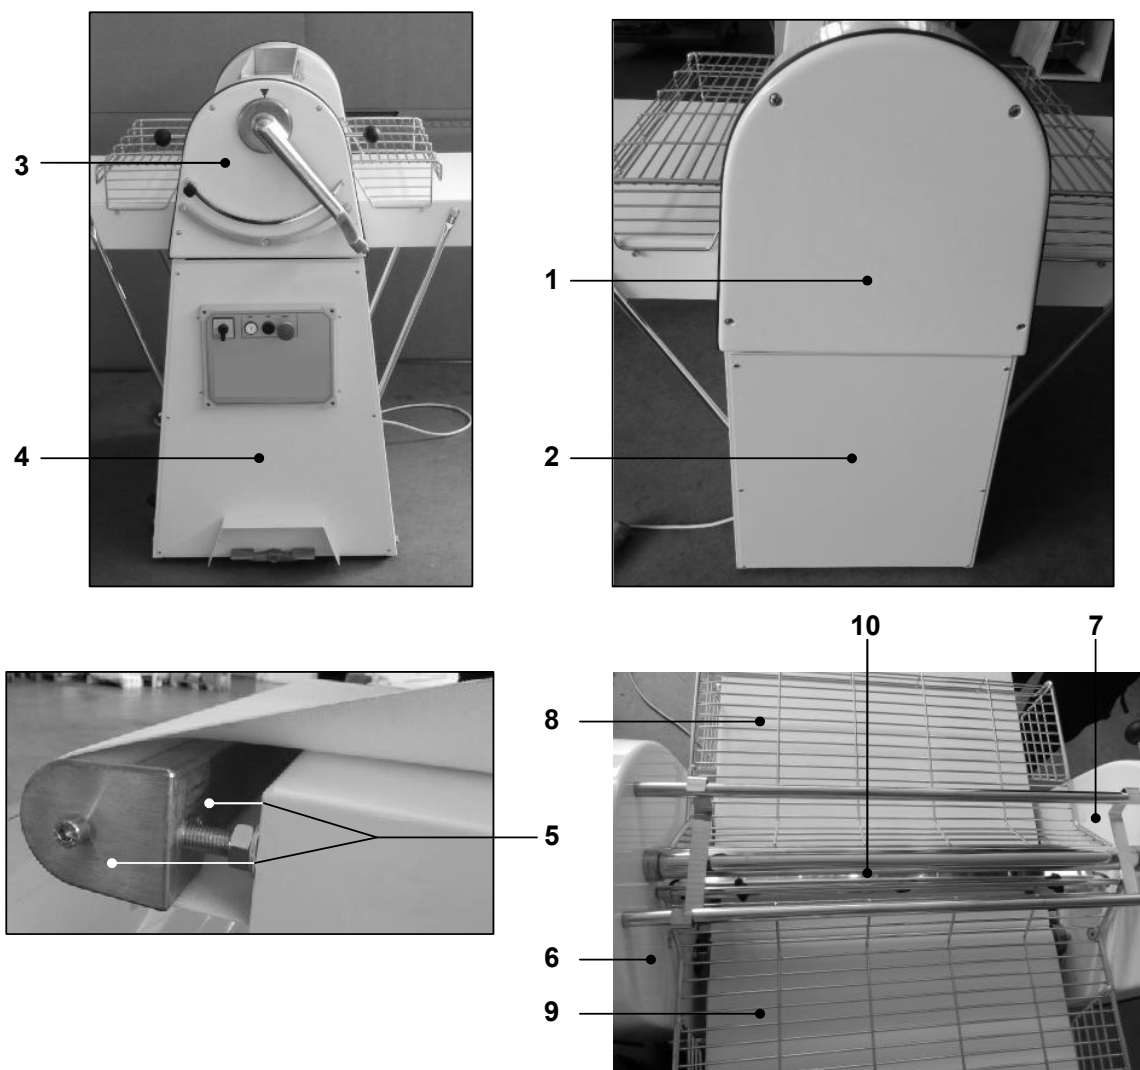

Figura 32 - Ripari fissati con viti o mezzi analoghi
2. **Ripari fissi:** si tratta di ripari tenuti bloccati da elementi di fissaggio che non possono essere rimossi senza l'uso di attrezzi; essi, se correttamente montati e fissati alla struttura portante, rendono inaccessibili in particolare (ma non solo) gli organi di trasmissione del moto a rulli di laminazione e cilindri di traino e guida dei tappeti. In dettaglio (Figura 32):
Vietato rimuovere le protezioni e/o disattivare i dispositivi di sicurezza (con riferimento alla Figura 32 su uno dei ripari rif. 1 - 2, su uno dei ripari rif. 3 - 4, , all'interno delle spalle rif. 6) Sfondo bianco, bordo esterno e barra diagonale rossi, pittogramma nero.
È vietato pulire, lubrificare, ecc. organi della macchina in movimento (con riferimento alla Figura 32 su uno dei ripari rif. 1 - 2, su uno dei ripari rif. 3 - 4, , all'interno delle spalle rif. 6) Sfondo bianco, bordo esterno e barra diagonale rossi, pittogramma nero.